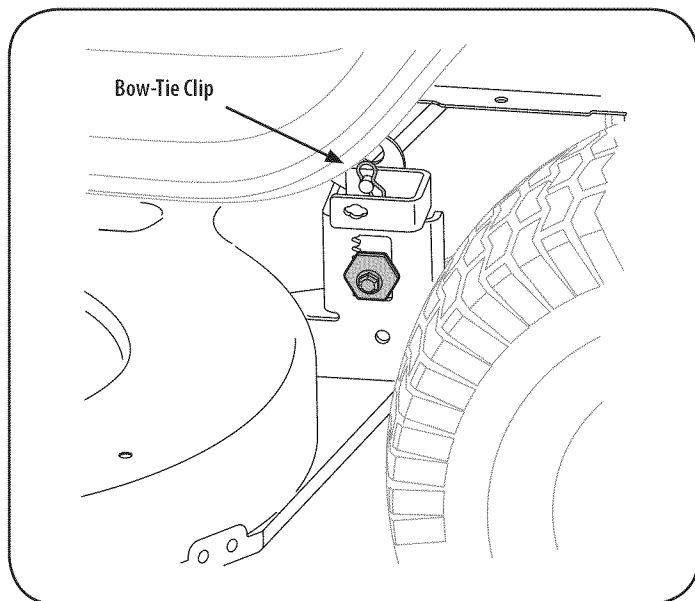

Figure 51
5. Localice la tuerca con brida en la parte delantera del soporte estabilizador. Vea la Figure 51.